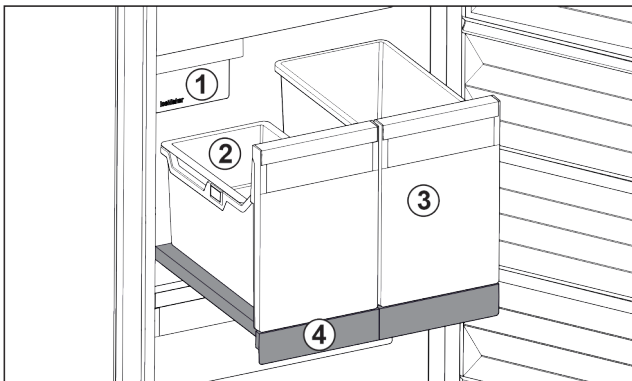

Fig. 32 Compartiment coulissant avec IceTower
Le compartiment coulissant comprend deux bacs hauts (IceTower). Le bac *Fig. 32 (2)* permet de recueillir et de stocker les glaçons de l'IceMaker. Les bacs *Fig. 32 (3)* sont conçus pour stocker des aliments hauts comme les pizzas et boissons alcoolisées.